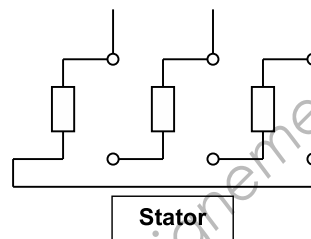

Figure 1 : câblage du moteur
- c. Représenter sur la figure 1 du document réponse, le branchement de l'appareil de mesure permettant de relever la valeur efficace de la tension simple du réseau triphasé. Quelle est la position (AC ou DC) du commutateur ?